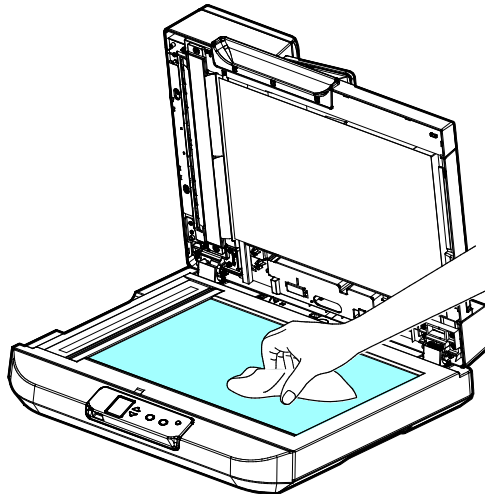

Figura 7-1 La limpiada área
- 2) Abra la carcasa de documentos como se muestra en la Figura 7-1. Limpie el cristal de documentos.